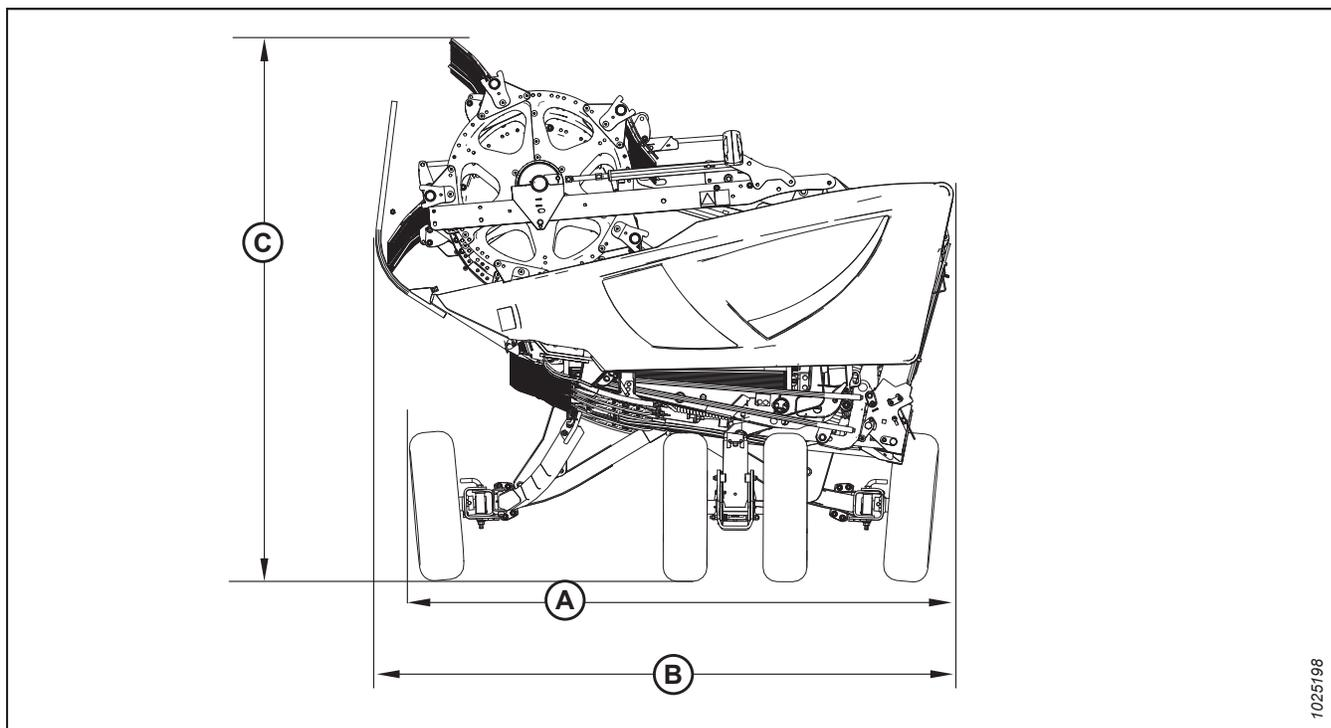

Figure 2.2: Largeur de la plateforme
2. Voir la figure 2.2, page 33.